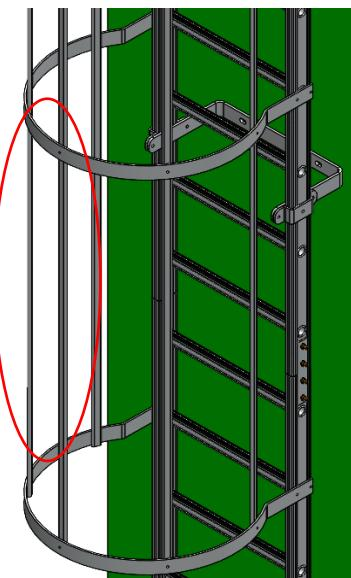

Abbildung 6
- Wenn eine Leiter länger ist als das Leiterprofil (siehe Abbildung 6) oder wenn der Transport zur Baustelle in kleineren Abschnitten erfolgen muss, wird eine Leiterrichtung verwendet.
- Wenn eine Leiter länger ist als die Ausdehnung des Ovals (siehe Abbildung 6) oder wenn der Transport zur Baustelle in kleineren Abschnitten erfolgt sein müssen, wird eine Käfigtrennung verwendet.